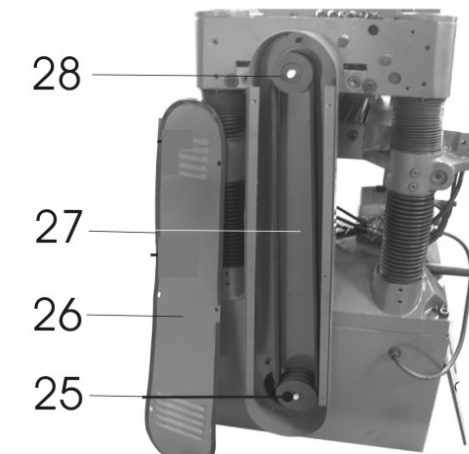

Рис.8
10.1. Регулировка натяжения ремней привода (Рис. 8,9)